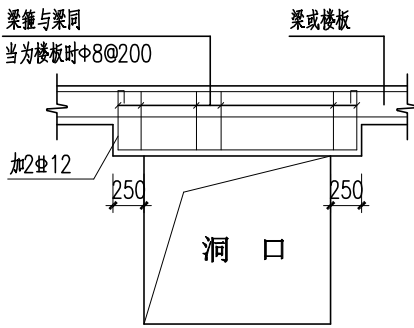

图 23
- （2）当洞顶至结构梁（或板）底高度小于上述钢筋混凝土过梁高度时，过梁与结构梁（或板）浇成整体，如图 23。